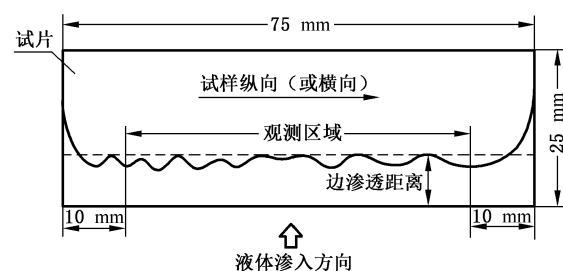

图 2 横向(或纵向)边渗透距离测量示意图
7.2.5 取出格网,将试片置入浸泡液中,立即重新置入格网,启动秒表开始计时。浸泡至规定的时间后,取出试片,用吸水纸吸除试片正、反面的浸泡液。迎光观测,用钢直尺(5.10)测量(从图 2 所示的观测区域进行)浸泡液从试片截面渗入试片的最大距离,即边渗透距离,单位为毫米(mm)。